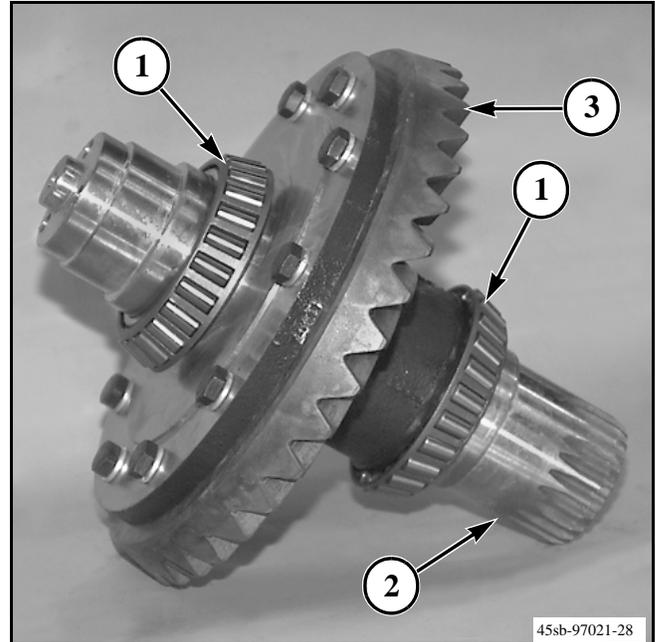

FIG. 79
FIG. 79: Si se reemplazan los rodamientos cónicos (1), utilice una prensa o un extractor para quitar los rodamientos cónicos del eje de la corona (2). Tenga cuidado de no dañar el eje de la corona ni la corona (3).